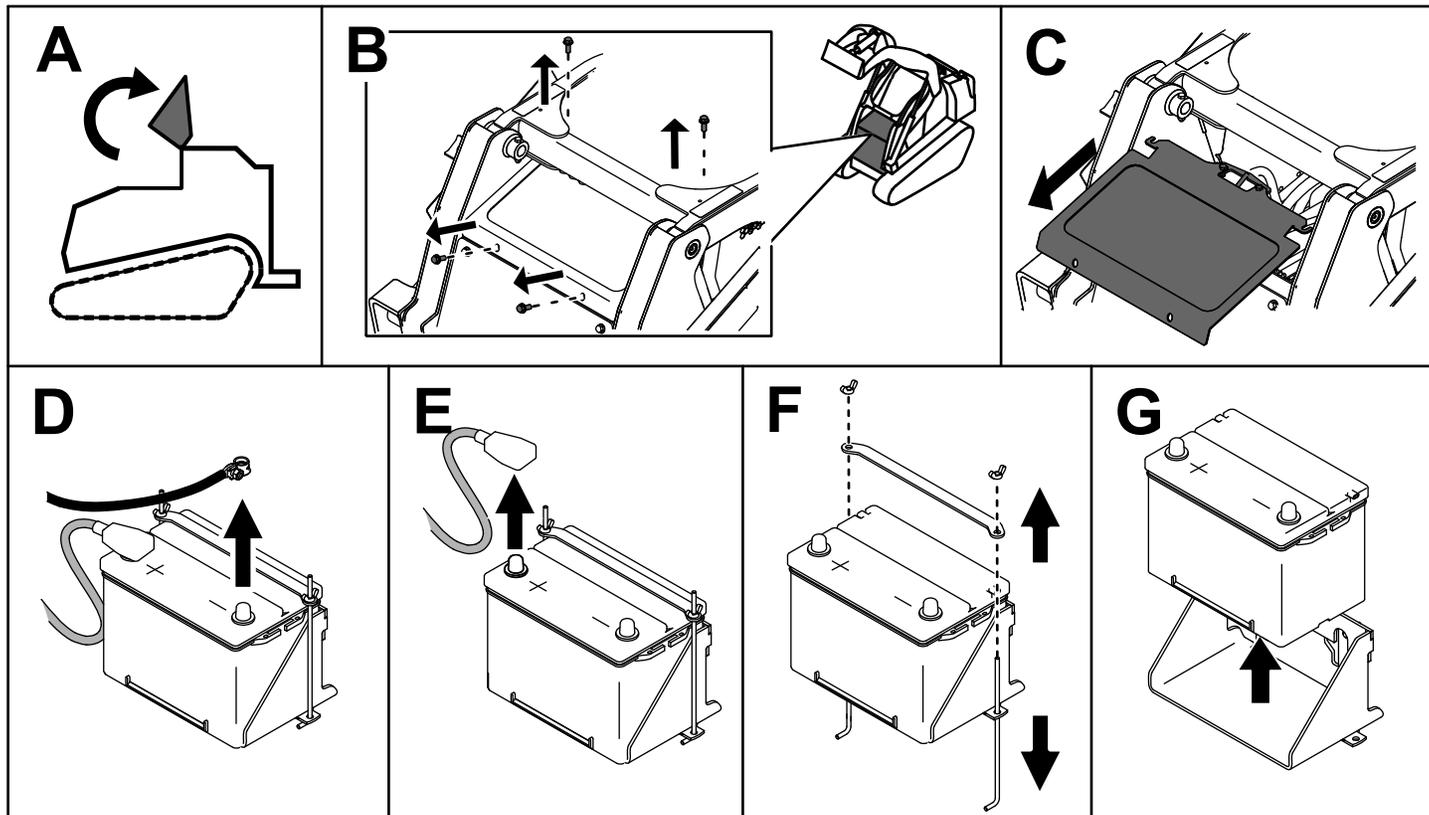

Figura 51
3. Rimuovete la batteria come illustrato nella Figura 51.